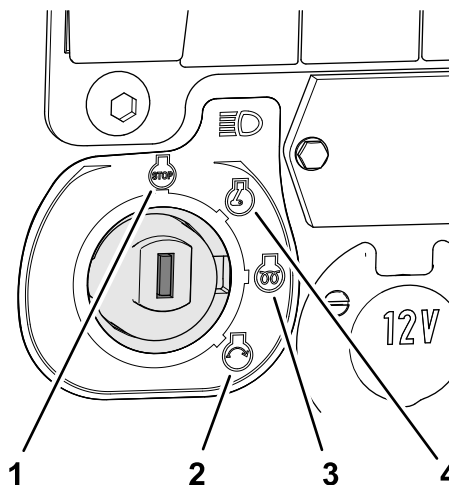

Figura 33
2. Rotiți cheia de contact în poziția FUNCIONARE (Figura 33).